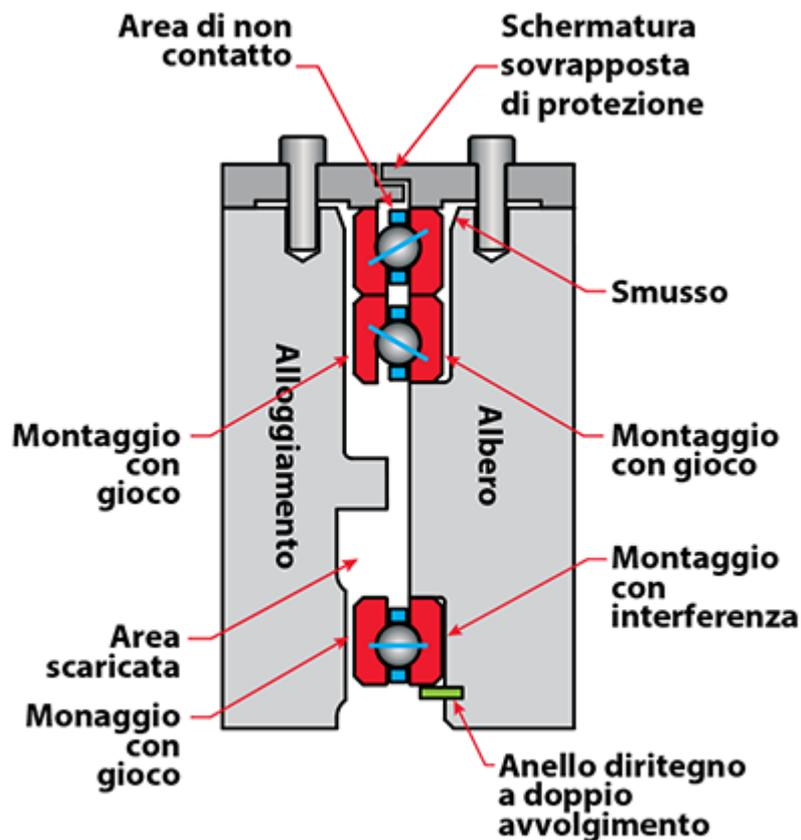

Figura 5
Se i cuscinetti a contatto obliquo vengono acquistati in coppie (in questo caso si parla di «coppia duplex»), gli anelli interni ed esterni vanno fissati come illustrato nella Figura 5). Per i cuscinetti con un precarico assiale dovrebbe esserci un leggero gioco tra il cuscinetto e sia l'albero sia l'alloggiamento. Se viene utilizzato un terzo cuscinetto sull'estremità opposta di un albero lungo, dovrebbe trattarsi o di una coppia singola radiale o in coppia faccia-a-faccia (DF). Dovrebbe anche poter muoversi in direzione assiale (vedi Figura 5). In genere, due coppie di cuscinetti dorso-a-dorso (DB) non vengono utilizzati sullo stesso albero.